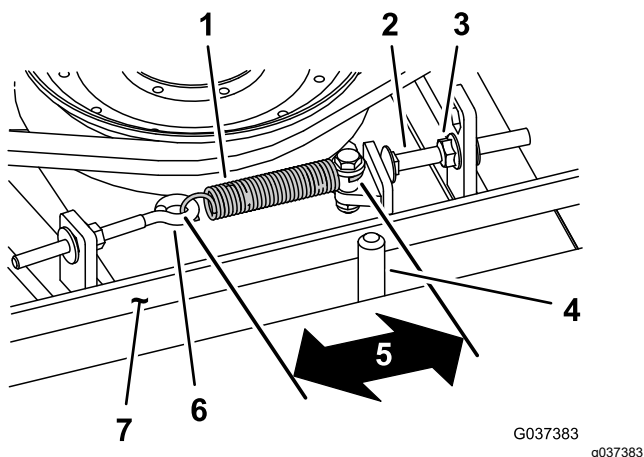

Figura 113
Quando la tensione è corretta, la misura interna della molla di prolunga (da gancio a gancio) deve essere circa 8,3–9,5 cm. Quando la tensione della molla è giusta, regolate il bullone di arresto (bullone a testa tonda) fino ad ottenere un gioco di 2–5 mm tra la testa del bullone ed il braccio di rinvio (Figura 113).
Nota: Verificate che la cinghia si trovi dal lato molla del guidacinghia (Figura 113).
2. Allentate il bullone ad occhio per consentire la rimozione della molla di prolunga (Figura 113).
3. Allentate il dado flangiato che fissa il bullone di arresto all'aletta di montaggio e spostate la puleggia tendicinghia dalla cinghia per rilasciare la tensione (Figura 113).
9. Collegate la molla di prolunga (Figura 113) al bullone ad occhio e tendete la cinghia come segue: